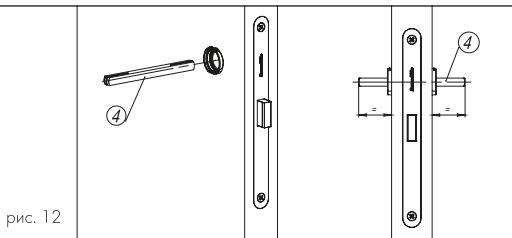

рис. 12
8. Установить квадрат ④ в защёлку так, чтобы вылет концов квадрата был равномерным с двух сторон, как показано на рис.12.